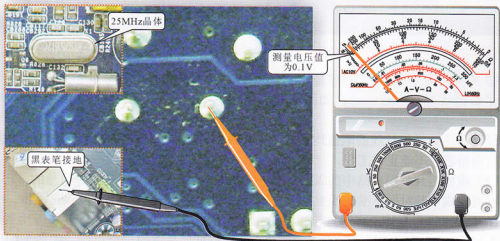

图3-7 实时晶体电压的检测（二）
② 保持黑表笔不动，用红表笔接触25.000MHz晶体的另一个引脚，如图3-7所示，此时万用表显示的数值约为0.1V。